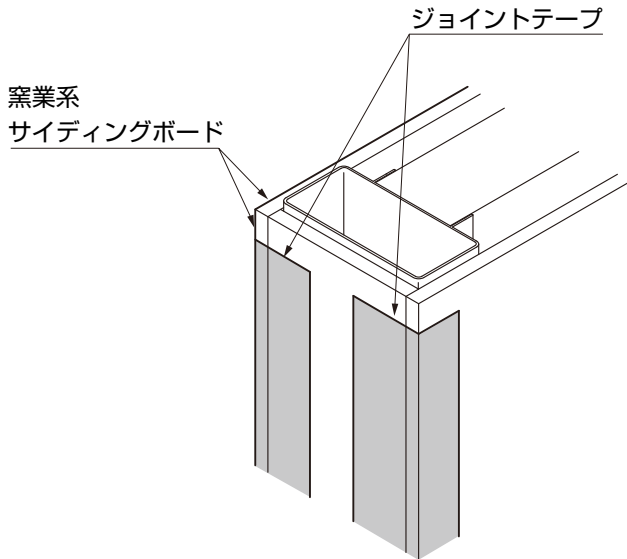
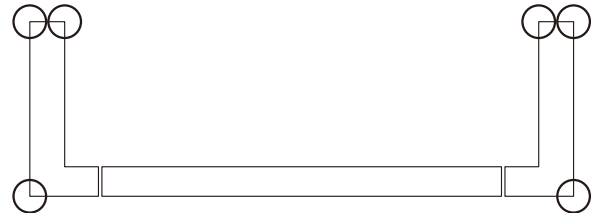

図2-3 出隅部の処理
図2-4 Cタイプ平面図
- ①シングルシャッターS CタイプおよびワイドシャッターS Cタイプの側壁部出隅は6箇所あります。その部分をジョイントテープで補強してください。(図2-3、図2-4参照)
(3) 前面パネル部ボード接合部へのジョイントテープの貼付け